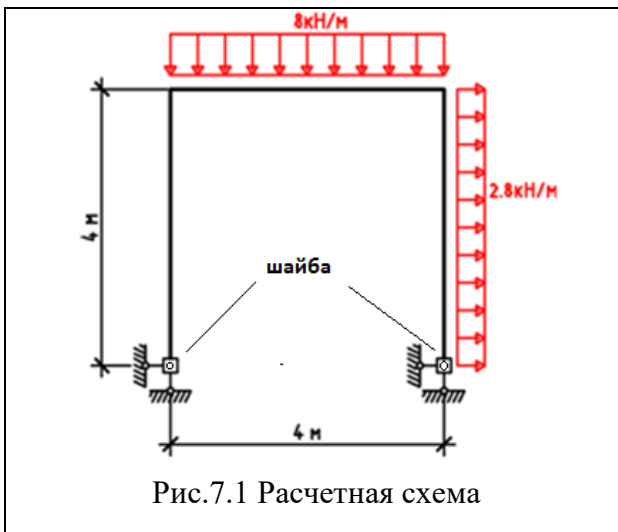

Рис.7.1 Расчетная схема
7. Определить предельную нагрузки для стержневой системы, работающей в упругопластической стадии (рис.7.1, рис. 7.2). Материал системы подчиняется диаграмме жесткопластического тела.